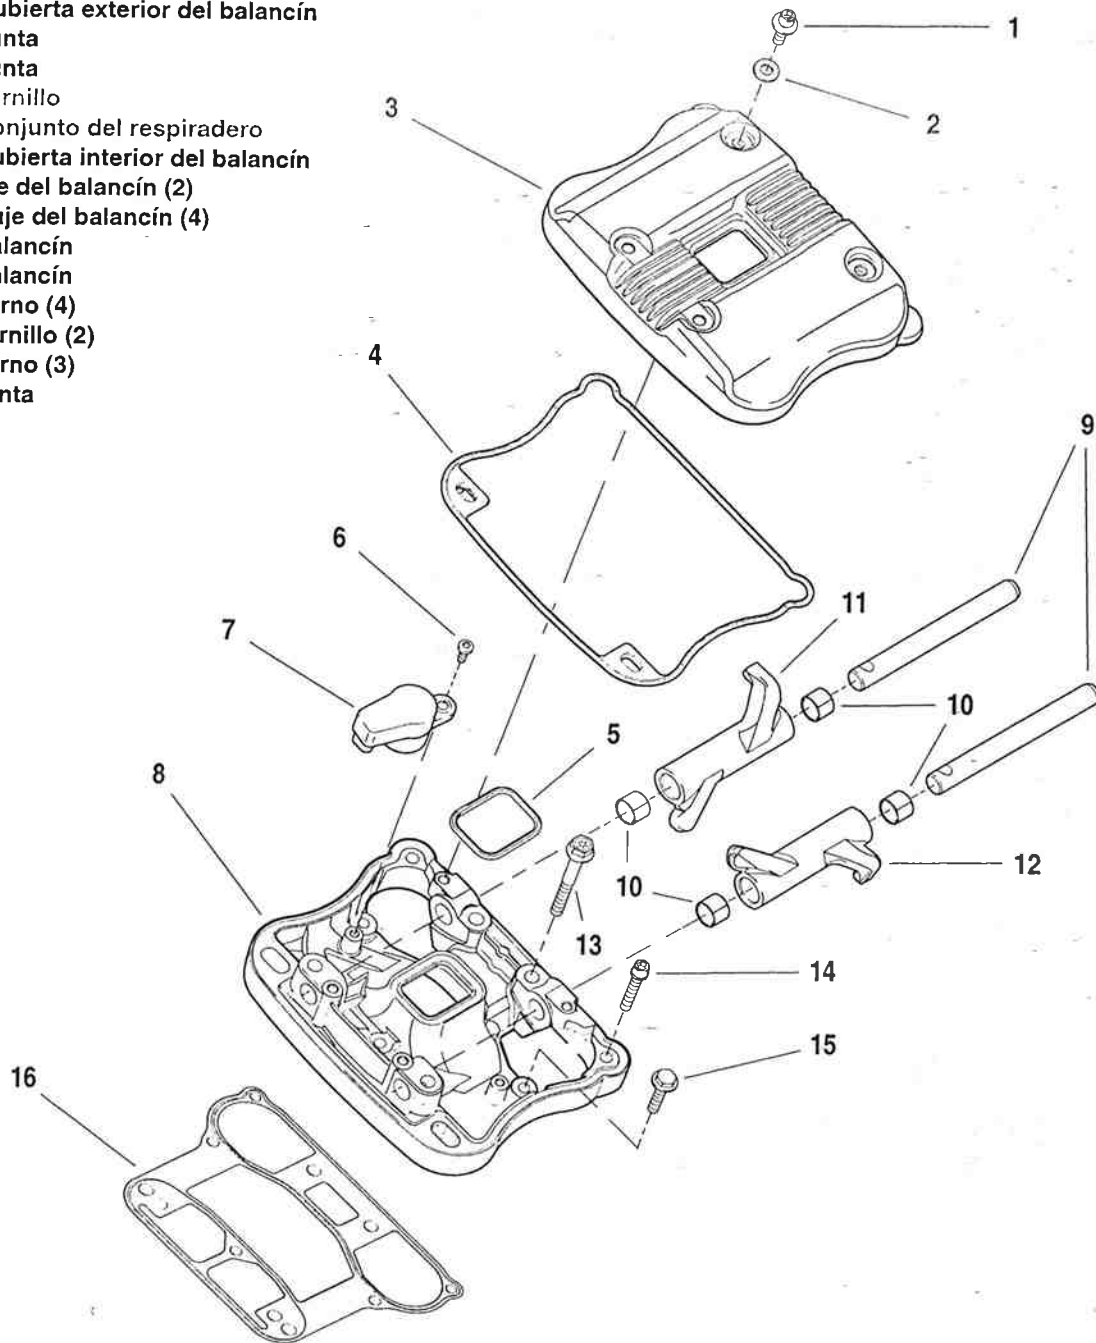

Figura 3-69. Conjunto de la cubierta de los balancines
1. Vea la Figura 3-69. Instale una junta **nueva** (16), con el reborde hacia arriba. Coloque el conjunto de la cubierta interior de los balancines (8) (con los balancines y ejes) en su posición, encajando los extremos de las varillas de empuje en los casquillos de los balancines.